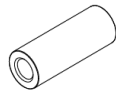
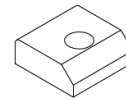

Fig. 12 Ecrou longitudinale M12
Fig. 13 Rondelle en aluminium M12
Note : Les rondelles en aluminium (Fig. 13) ont une position différente pour le trou de passage (la différence est de 5 mm) et doivent être adaptées à la poutre correspondante.)
3. Placez la poutre sur les ancrages. Dans les ancrages extrêmes (les plus proches des coins), insérez les rondelles en aluminium M12 des extrémités de la poutre dans la chambre supérieure (Fig. 13). Faites attention au niveau des trous traversants - différent pour la poutre d'entraînement et la poutre de roulement. Les écrous longitudinaux M12 (Fig. 4) sont insérés sur le filetage d'ancrage à travers un trou traversant depuis l'intérieur de la poutre (Fig. 18). Couple de serrage selon les recommandations du fabricant de l'ancre.
3. Placez la poutre sur les ancrages. Dans les ancrages les plus extérieurs (les plus proches des coins), insérez des rondelles en aluminium M12 (Fig. 13) depuis les extrémités de la poutre jusqu'à la chambre supérieure. Les écrous de poussée M12 (Fig. 12) sont introduits sur les filets de l'ancrage à travers le trou de la languette depuis l'intérieur de la poutre (Fig. 19). Le couple de serrage est conforme aux recommandations du fabricant de l'ancrage.